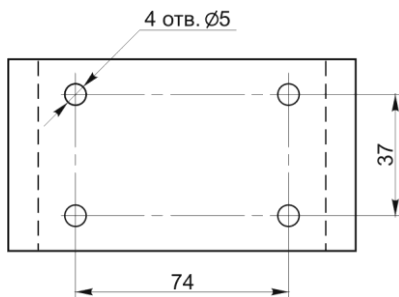

Рис. 2. Крепёжная площадка МПП «Гарант-5»
6.3. Закрепить крепёжную(ые) площадку(и) модуля(ей) в соответствии с определенными местами (по п. 6.2) и разметкой отверстий (рис. 2).